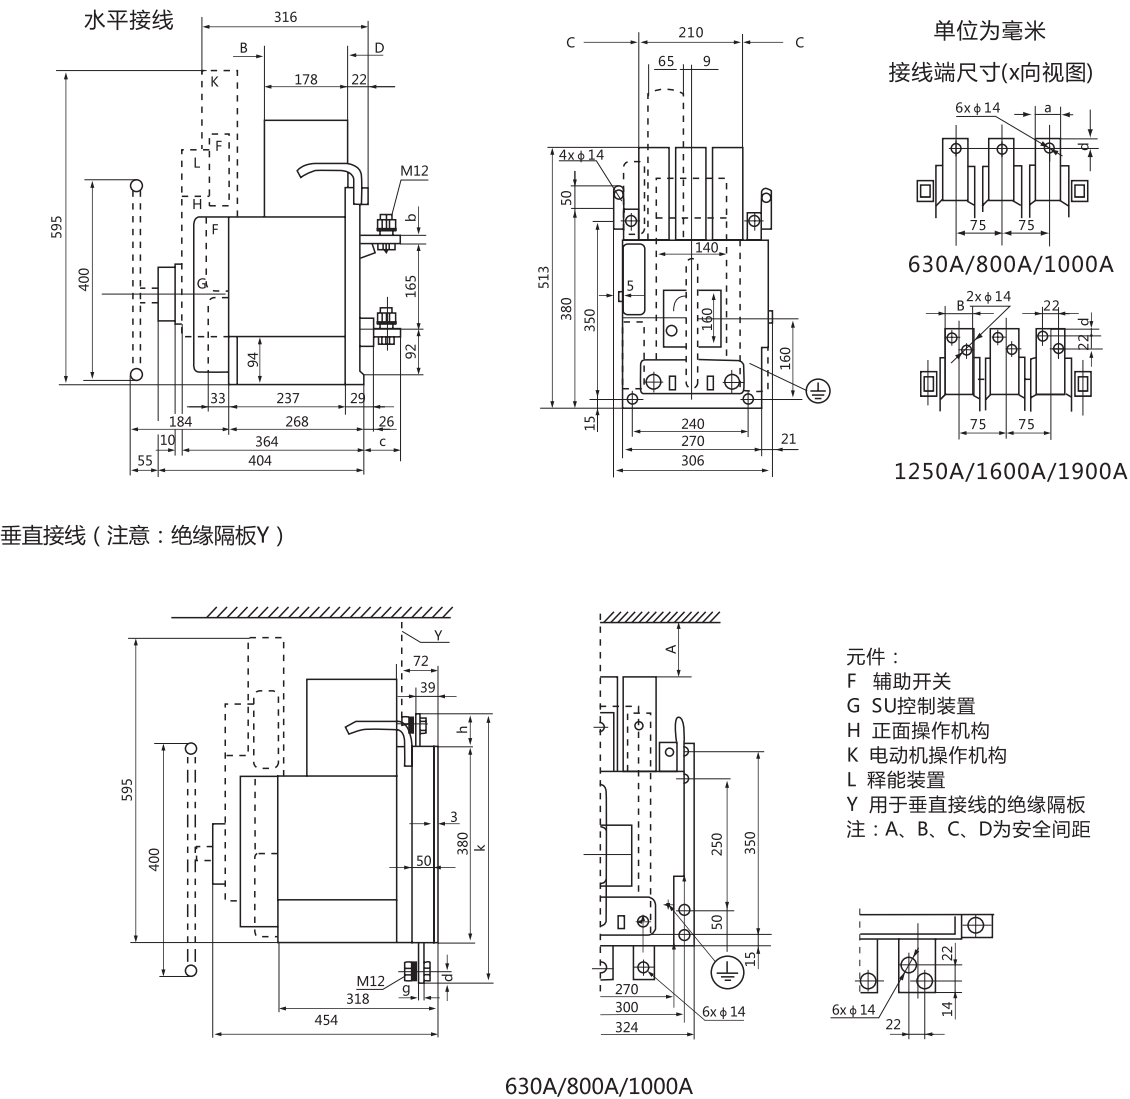

图12 RDW17-630~1900固定式外形尺寸及安装尺寸
7.1 RDW17-630~1900固定式断路器的外形尺寸及安装尺寸见图12和表9